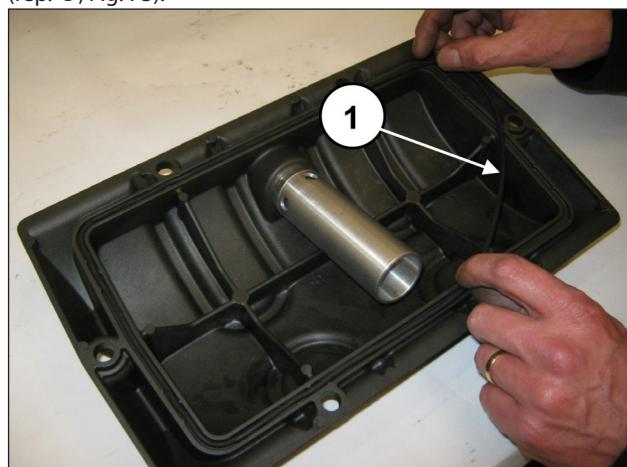
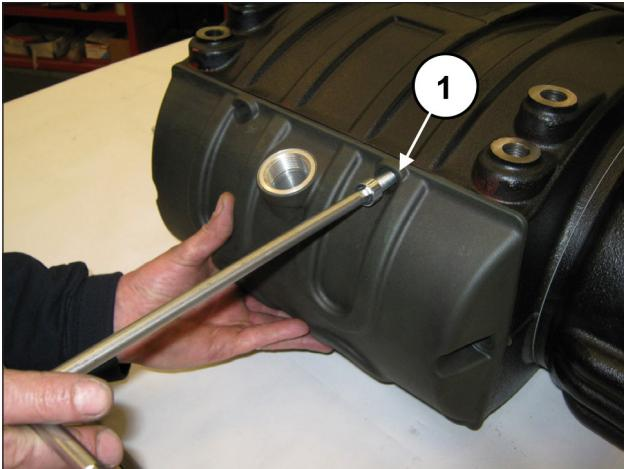

Fig. 72
Fig. 73
Placer le joint torique dans le couvercle arrière (rep. ①, Fig. 72) et monter le couvercle sur le carter à l'aide de 6 vis M10x30 (rep. ①, Fig. 73).